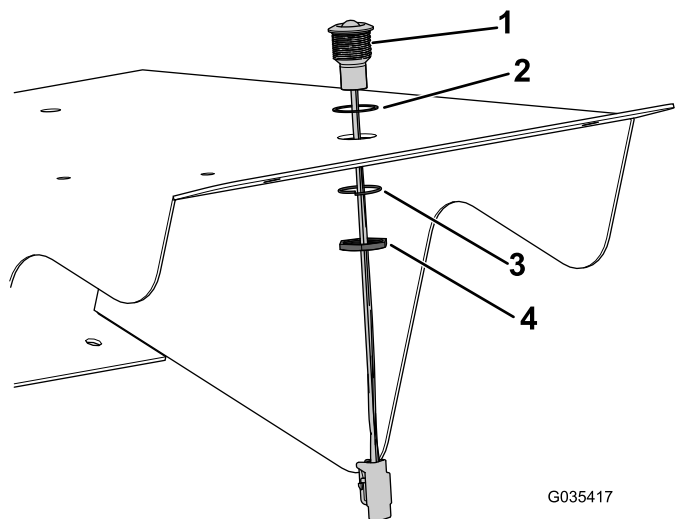

図 11
10. カバー上部に、ライトを取りつける; 図11に示す向きに取り付けること。